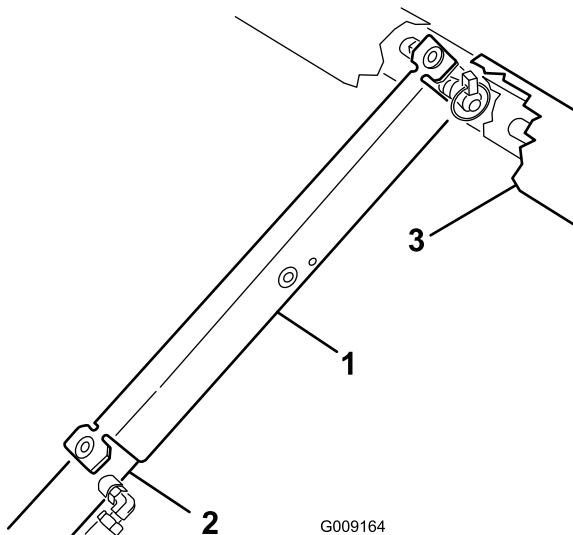

図 2
- C. サポートをシリンダロッドにはめ込み、安全サポートの端部でシリンダバレルの端とシリンダロッドの端を確実に支える 図 2。